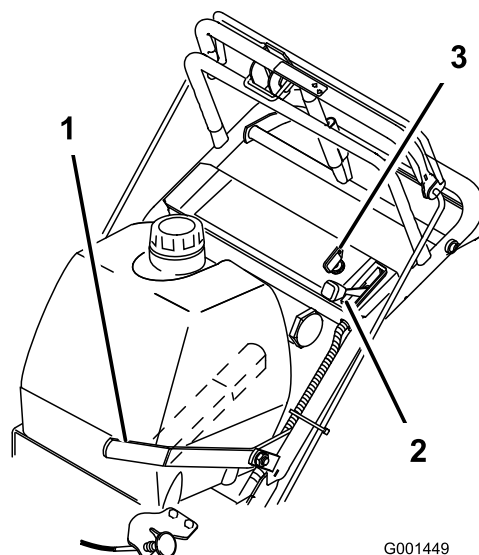

Figura 7
5. Gire la llave de contacto a la posición de **marcha** (Figura 7).
8. Tire del mando del estérter si el motor está frío (Figura 7).
1. Mueva la palanca del acelerador a la posición **Lento** (Figura 7).
3. Gire la llave de contacto a **Desconectado** (Figura 7).